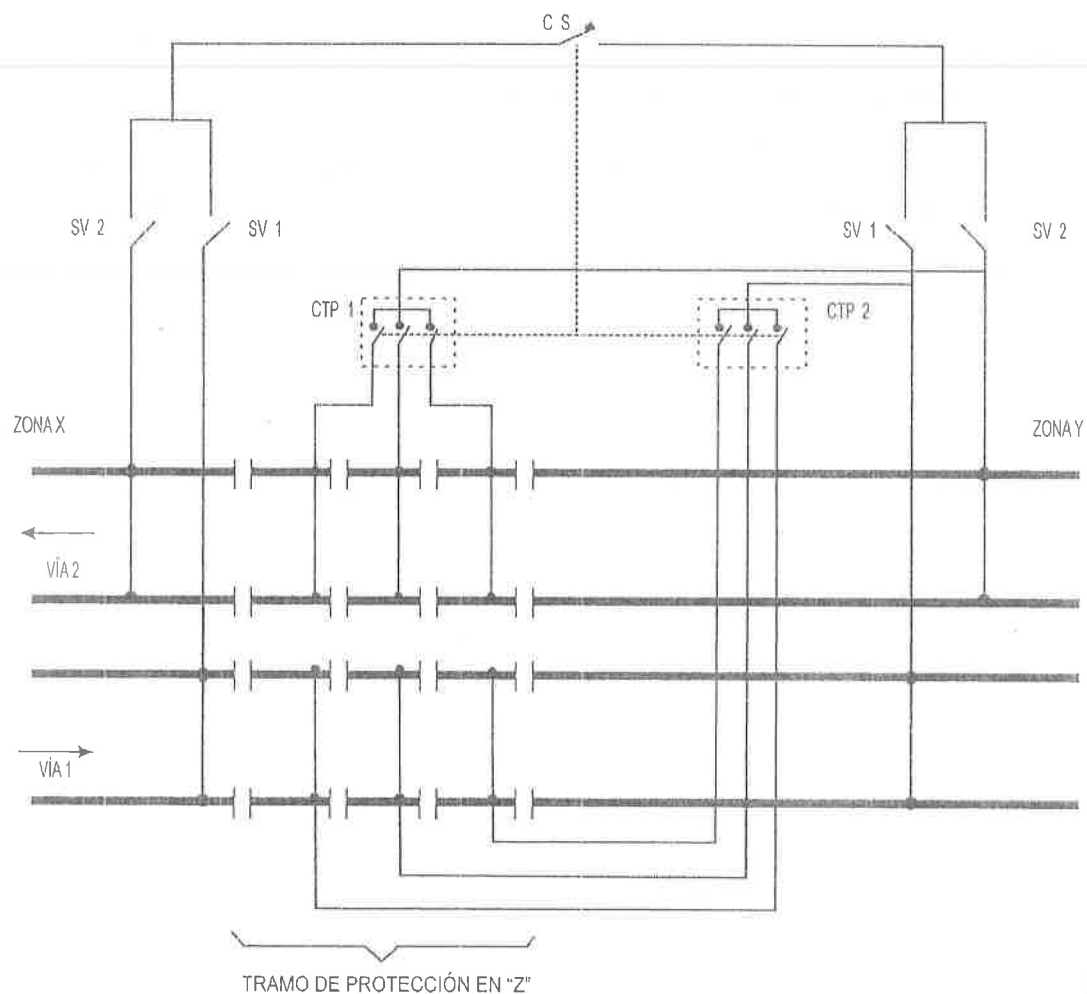

IMAGEN 10
- En una frontera de zonas, el tramo de protección es energizado por un contactor llamado Contactor Tramo de Protección (CTP), existiendo uno por vía y su funcionamiento, está subordinado al CS. (ver imagen 10)